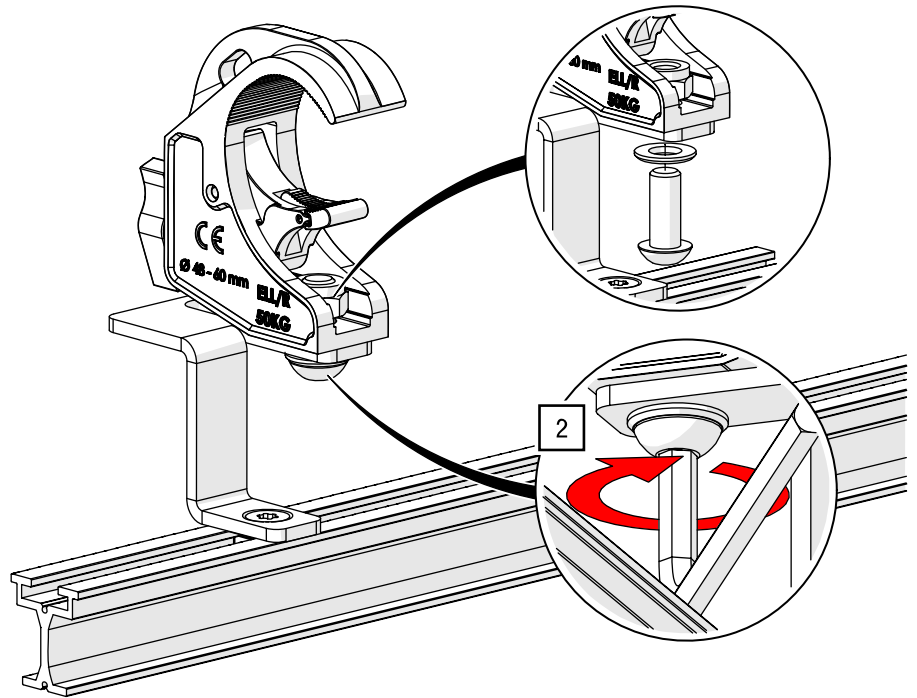

Abb. 64: Seilführung montieren – Montage mit Nutzenstein
2. Befestigen Sie die G-CLAMP an der Abhängung zur Seilführung mit einem ISK SW 8 und 93 Nm (siehe Abb. 64).